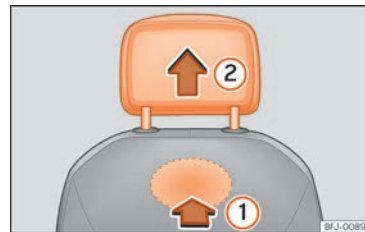

Abb. 110 Kopfstützen vorne: Ausbau.
- Lokalisieren Sie zum Entriegeln der Kopfstütze die Aussparung im markierten Bereich auf der Rückseite der Sitzlehne und drücken Sie in Pfeilrichtung »» **Abb. 110 ①**.
- Ziehen Sie die Kopfstütze in Pfeilrichtung **②** heraus.